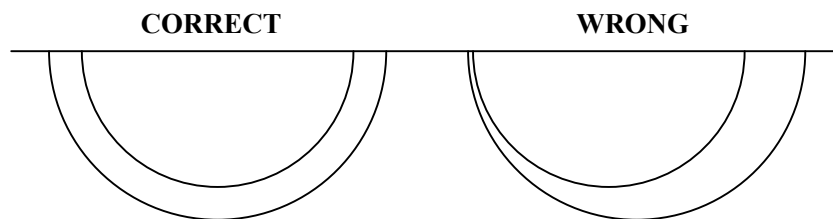

FIGURE 15
**SEE FIGURE 15 ON THE FOLLOWING PAGE.**